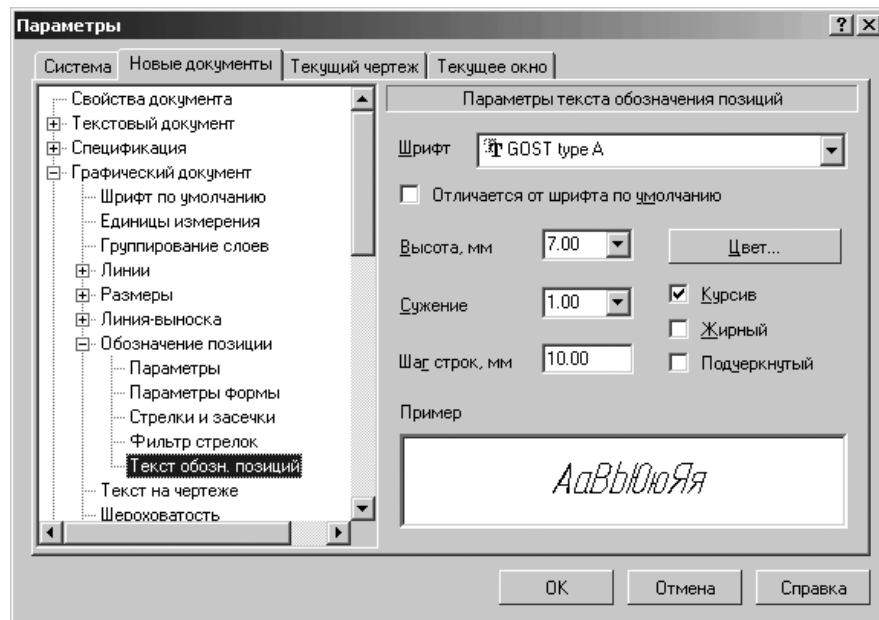

Рис. 10.44. Диалоговое окно **Параметры** с открытой вкладкой **Новые документы** и панелью **Параметры текста обозначения позиций**
- щелкните в списке настраиваемых элементов **Обозначение позиции** по пункту **Текст обозн. позиций**. В правой части появится панель **Параметры текста обозначения позиций**, показанная на рис. 10.44.